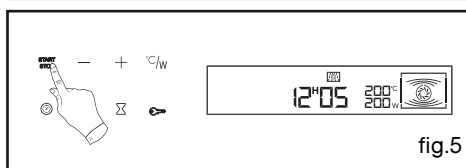

fig.5
- Validez l'ensemble des réglages puissance et température par un appui sur START/STOP (fig.5).